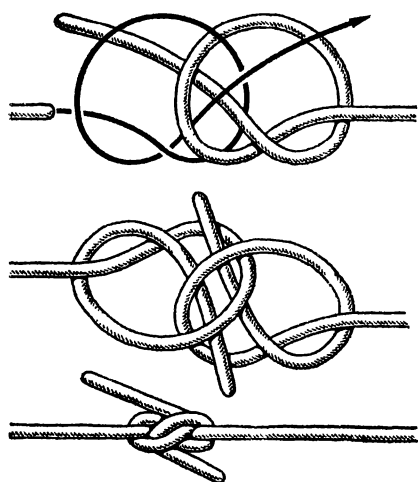

Рис. 43. Охотничий узел
**Охотничий узел** (рис. 43). В наше время изобрести новый узел — дело почти невероятное, так как за пять тысячелетий их придумано не более 500 штук. Поэтому не случайно изобретение английским врачом-пенсционером Эдвардом Хантером в 1979 году нового узла вызвало в морских кругах многих стран своего рода сенсацию. Британские патентоведы, выдавая Хантеру патент на его изобретение, признали, что узел действительно новый. Более того, он отлично держит на всех тросах, включая самые тонкие синтетические лески.